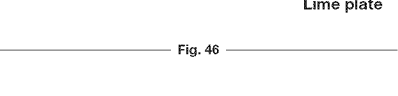

Fig. 49
- Nettoyez la rainure du guide-chaîne et les passages d'huile chaque fois que la chaîne coupante est retirée, lorsque l'appareil a été utilisé de manière intensive ou que la chaîne coupante semble sale (Fig. 49). Les passages d'huile peuvent être nettoyés à l'aide d'un fil en acier souple, suffisamment fin pour être inséré dans le trou d'évacuation de l'huile (Fig. 49).